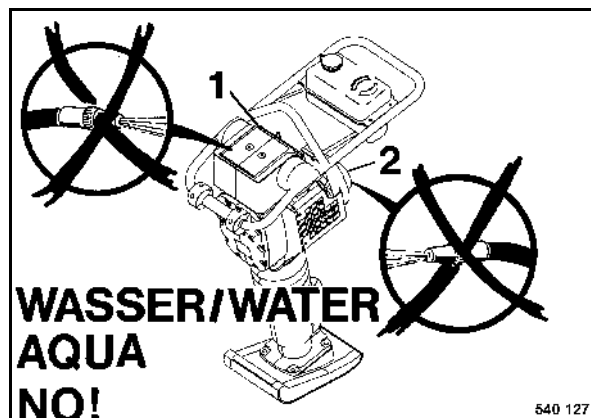

fig. 31
- Ne pas diriger le jet d'eau dans le filtre à air 1 (fig. 31) et dans le démarreur/aspiration d'air (2).